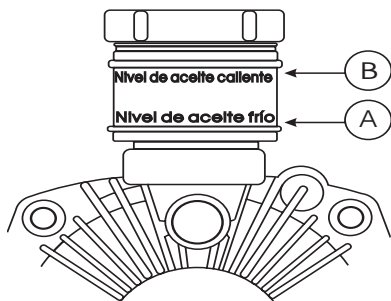

Figura 45. Deposito de la transmisión
Verifique cada 8 horas de operación. Cuando la transmisión este **fría** (A), verifique el nivel de aceite en la varilla del indicador (ver Figura 45).